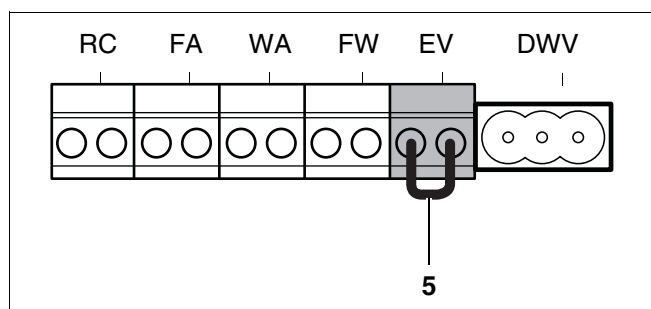

Fig. 35 Klemrække – ekstern omskiftekontakt potentialfri for f. eks. gulvvarme (tilslutningsfarve rød)
- Fjern lusen på klemmen EV (fig. 35, **pos. 5**).
- Tilslut den eksterne omskiftekontakt til det røde stik EV (fig. 35, **pos. 5**).